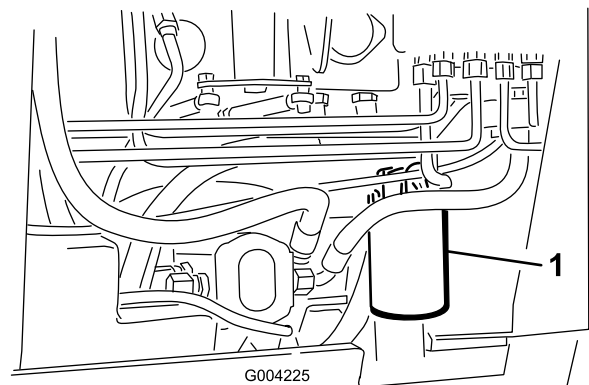

Рисунок 56
4. Поместите под крышку сливной поддон (Рисунок 56).
5. Снимите старый фильтр (Рисунок 56) и на чисто протрите поверхность прокладки адаптера фильтра.
7. Установите новый гидравлический фильтр в адаптер фильтра (Рисунок 56). Поверните гидравлический фильтр по часовой стрелке, пока резиновая прокладка не соприкоснется с адаптером фильтра, после этого затяните фильтр, повернув его еще на 3/4 оборота.